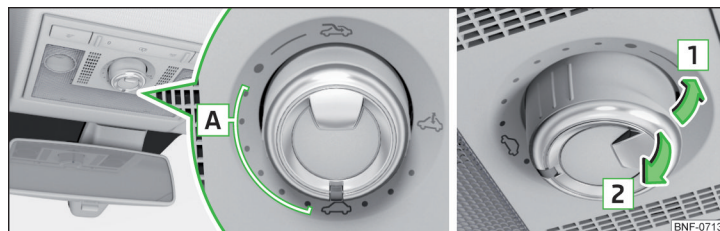

Fig. 38 Betjening af skyde-/vippetag
- Indstil kontakten i position  » Fig. 38 på side 43.